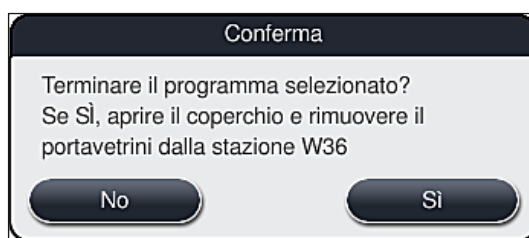

Fig. 89
5. Nel messaggio informativo che segue (→ "Fig. 89"), confermare l'annullamento del programma premendo **Sì** oppure tornare alla videata dello stato del processo premendo **No**.
Attendersi scrupolosamente a quanto indicato nel messaggio (→ "Fig. 89").